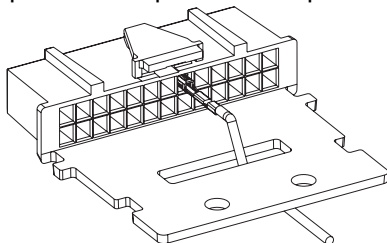

Figura 2a. Elemento para aliviar tensiones del cable
2. Coloque el cable con el terminal de contacto a través del conector, tal como se indica en la *Figura 2a*, o en el caso de aplicaciones con varios accesorios conectados a la radio móvil, coloque el cable como se indica en la *Figura 2b* y sujételo con un precinto después de completar el paso 3.